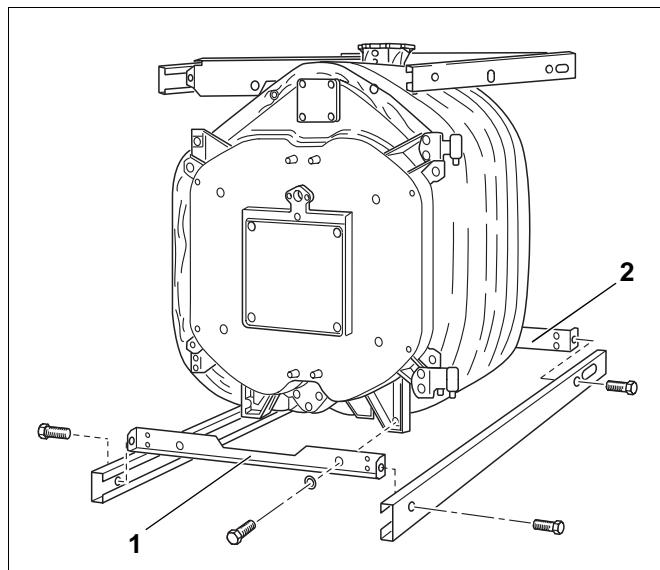

Рис. 37
- Нижние поперечные траверсы (рис. 37, **поз. 1 и 2**) прикрутить болтами (M 8 x 12) к ножкам на крайних секциях.